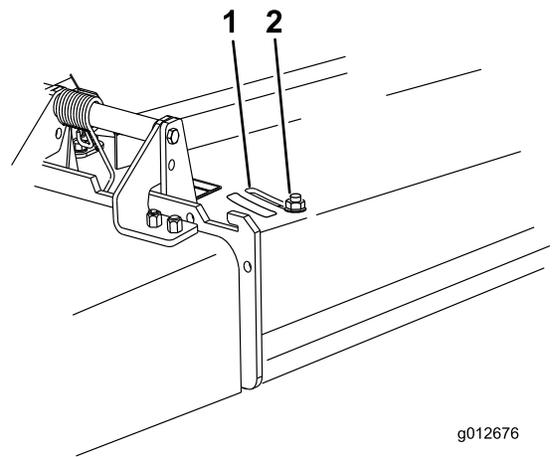

Figura 20
3. Para ajustar el deflector, afloje la tuerca (Figura 20).